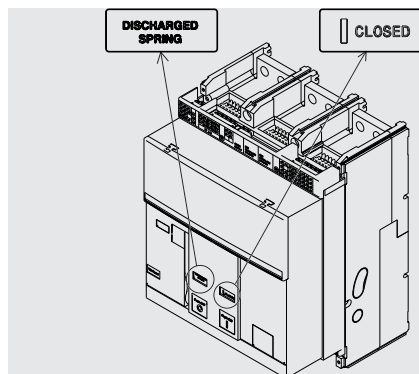

Abbildung 46
5. Sicherstellen, dass der Leistungsschalter eingeschaltet ist (Anzeige aus/ein "I - CLOSED"), und prüfen, dass die Federn entspannt sind (Federnanzeige "weiß - DISCHARGED SPRING") wie angezeigt in Abbildung 46.